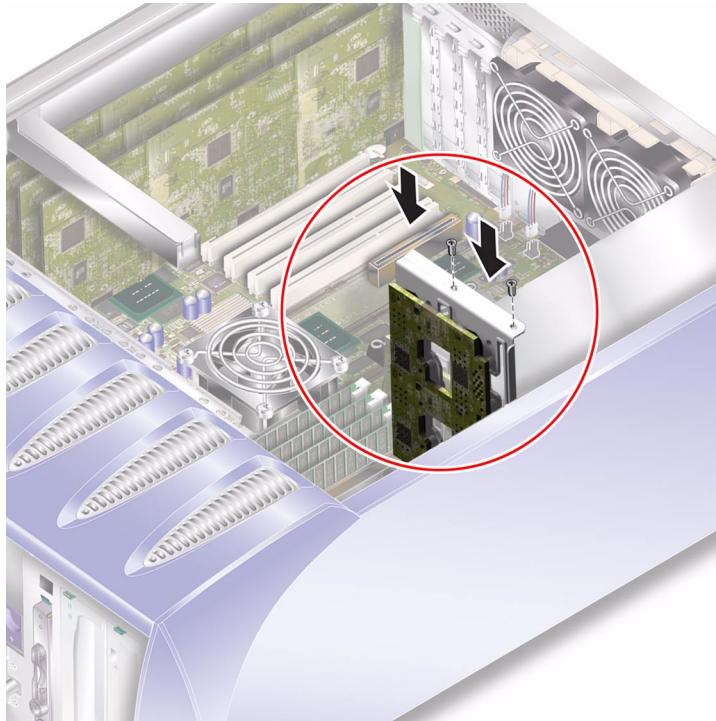

FIGURE 1-14 Remplacement de la carte de distribution d'alimentation
1. A l'aide des deux goupilles de position situées au bas de la carte de distribution d'alimentation, placez l'unité dans sa position correcte dans le serveur. Voir la FIGURE 1-14.